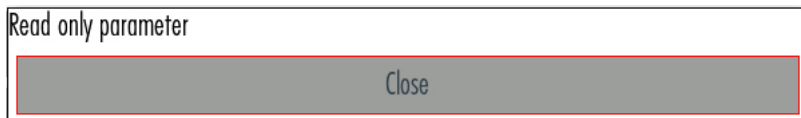

図 9
- 3= ボタンを押して、単一のフィーダまたはグループ内のすべてのフィーダのパラメータを変更します。第 4.3 章を参照してください。読み取り専用の場合は、メッセージが表示されます (図 9 を参照)。